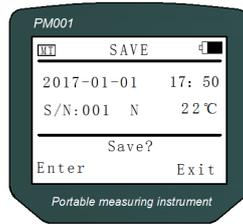

图 9 热电偶记录保存界面
- 第七步：系统进入温度测量界面，短按 Enter 键进入热电偶记录保存界面，如图 9 所示；